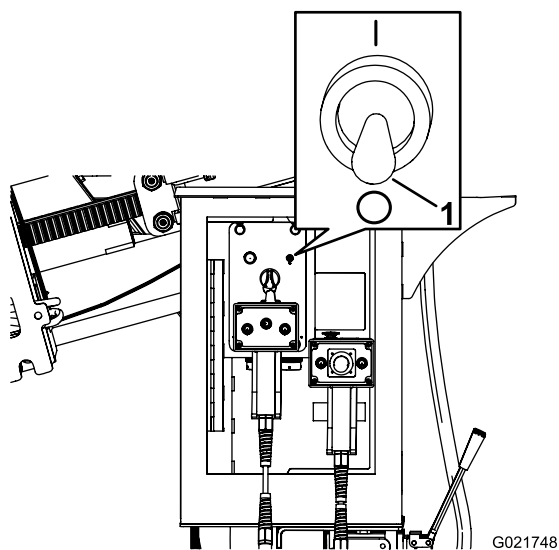

Figura 117
2. Certifique-se de que o interruptor da mangueira de aspersão esteja na posição OFF (Figura 117).